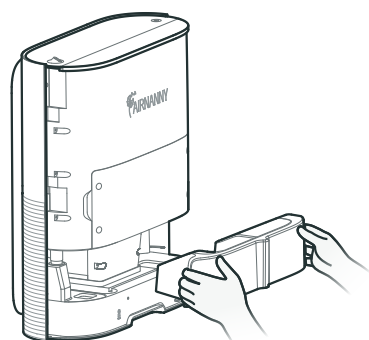

Рис. 23
3. Плавнo потяните бачок на себя (см. рисунок 23);